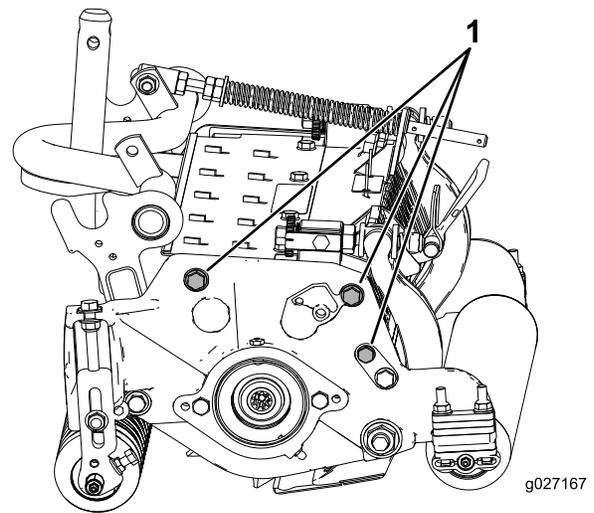

Bild 15
**Hinweis:** Die Position der Heckrolle zur Spindel wird von den Drehtoleranzen der montierten Komponenten gesteuert. Ein Parallelisieren ist nicht erforderlich. Sie können minimale Einstellungen vornehmen, wenn Sie das Mähwerk auf eine Arbeitsfläche stellen und die Befestigungsschrauben der Seitenplatte lockern (Bild 15). Stellen Sie die Kopfschrauben ein und ziehen Sie diese auf ein Drehmoment von 37-45 N·m an.